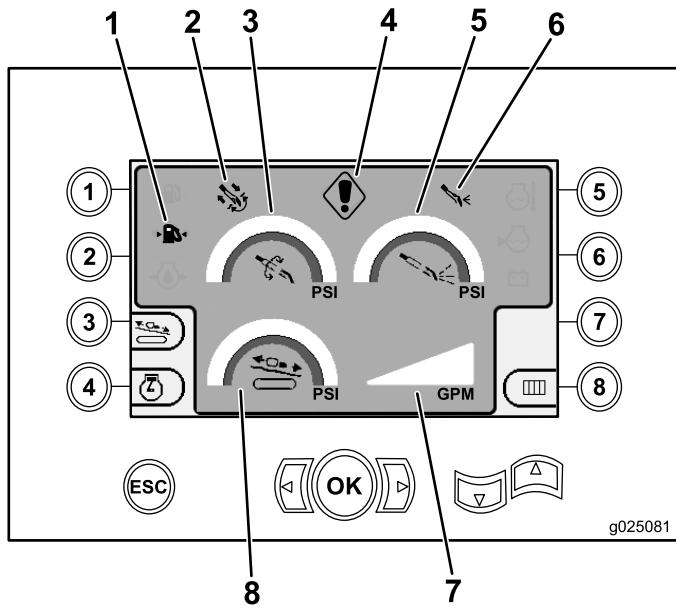

Figura 16
Esta pantalla proporciona medidas de presión rotativa en psi, presión del fluido de perforación en psi, presión del carro en psi, y caudal de fluido de perforación en gpm (Figura 16).
- Advertencia de código de error de perforación y/o motor (Figura 16)
- Indicador de bajo nivel de combustible (Figura 16)
- Fluido de perforación en la posición de Activado (Figura 16)
- Perforación automática en la posición de Activado (Figura 16)